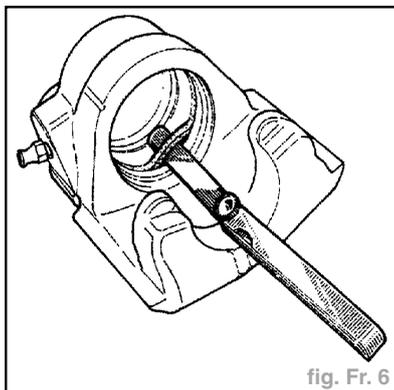

fig. Fr. 6
- Avec une lame souple à bord rond (genre jauge d'épaisseur), sortir le joint à section rectangulaire de la gorge de l'étrier (fig. Fr. 6).